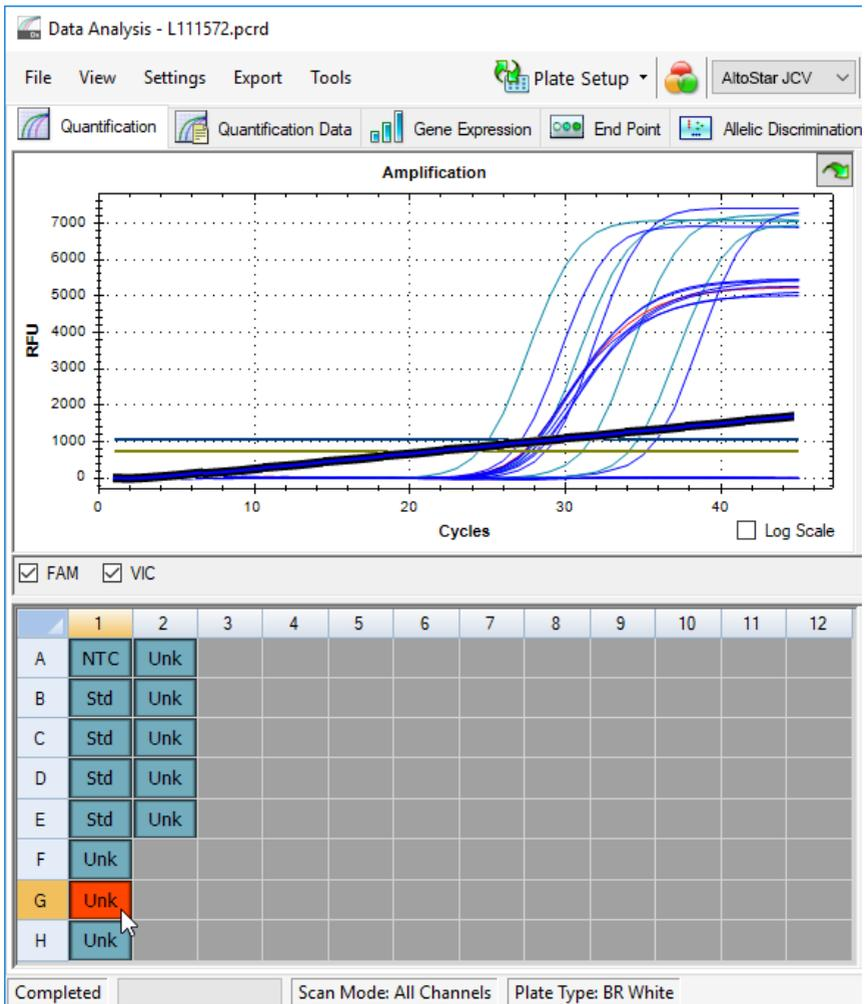

Figura 6: Ventana Data Analysis (análisis de datos): señal de PCR irregular
- Identifique pocillos con señales de PCR irregulares (aumento de señal lineal, picos de señal, etc.) en cualquiera de los canales de detección FAM™ (JCV objetivo) y VIC™ (IC) (consulte la figura 6).